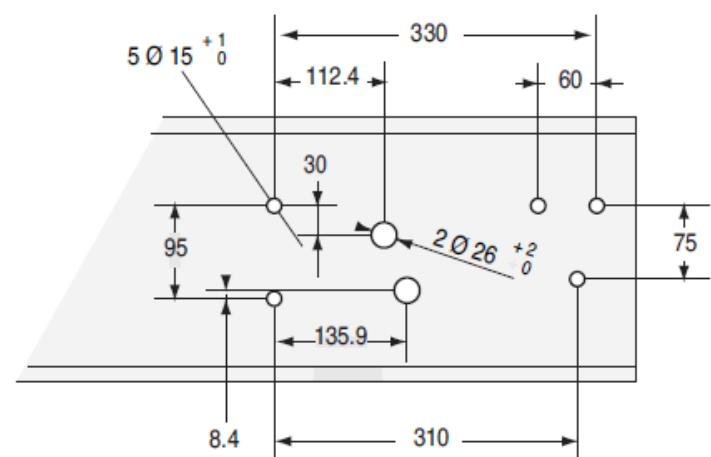

Fig. 3a
Wszystkie otwory muszą być bezwzględnie wykorzystane (Rys. 3a i 3b).
- Nawiercenie podłużnic (patrz rys. 3a i 3b).